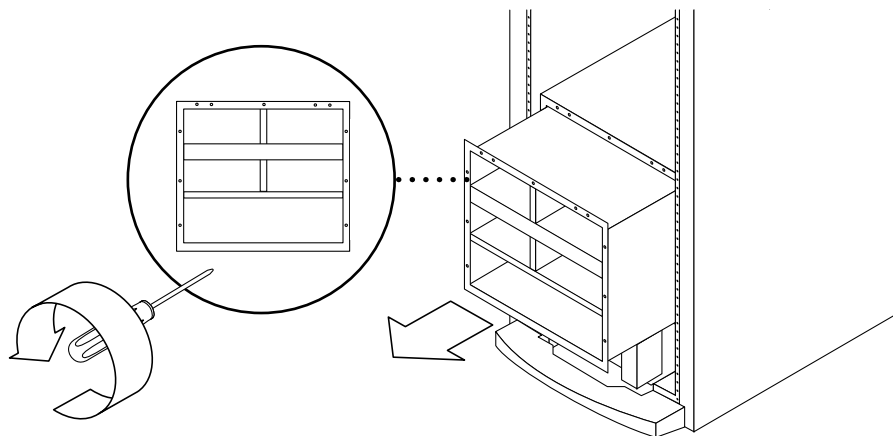

図 12-32 サブシャーシの取り外し
11. プラスのねじ回し (Phillips の 1 番) で、9 本の小さいねじを外します (図 12-32)。電源装置のケーブルが外れていることを確認し、サブシャーシを取り外します。
5. サブシャーシをスライドさせて挿入します。電源ケーブルに触れないように挿入してください (図 12-32)。